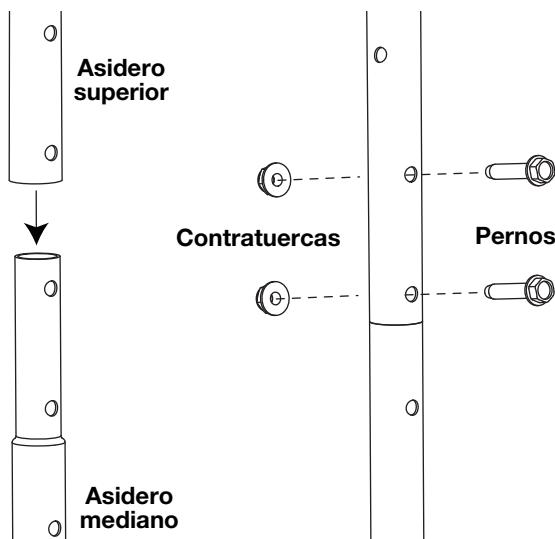

Fig. 2
- Coloque el extremo abocinado del mango superior sobre el extremo del mango intermedio y asegúrese de alinear los agujeros. (Fig. 2)